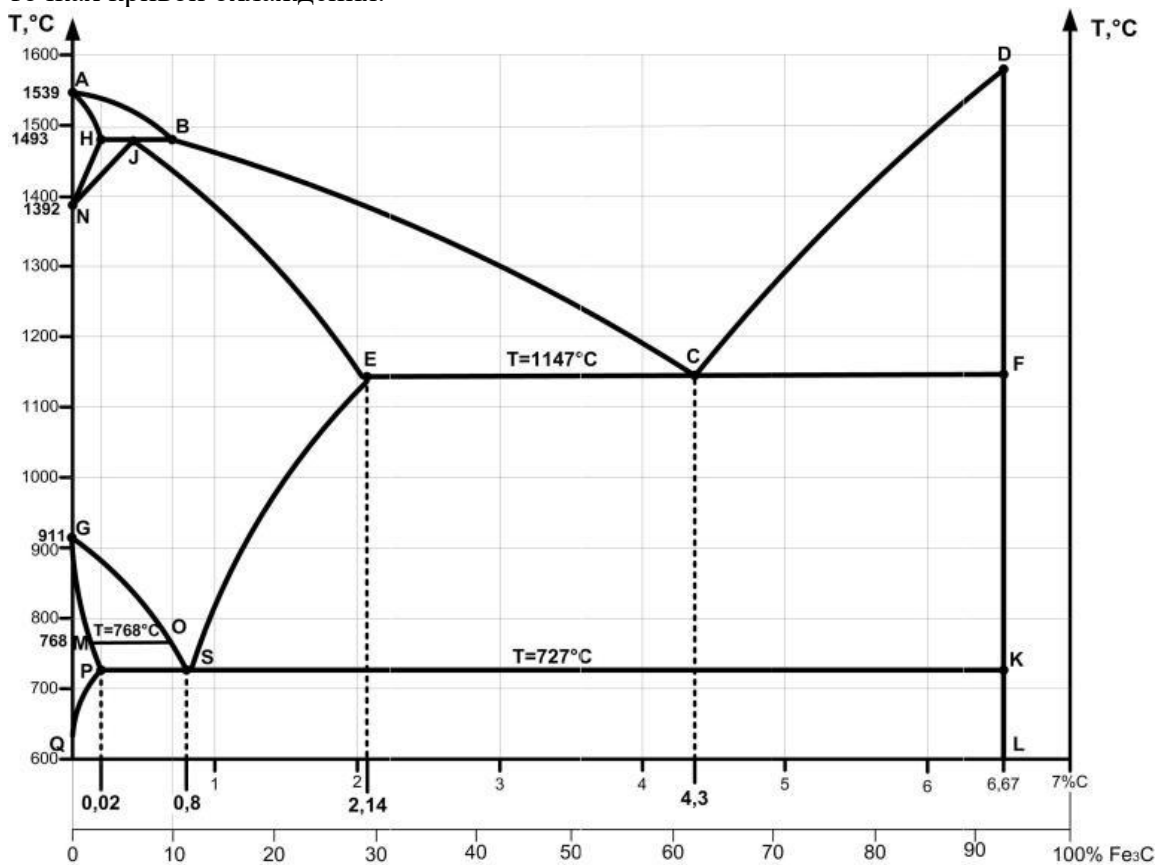

Рисунок 1 Диаграмма состояния железо-цементит
1. По диаграмме состояния железоуглеродистых сплавов (рисунок 1) построить кривую охлаждения для сплава с содержанием углерода 0,8%.